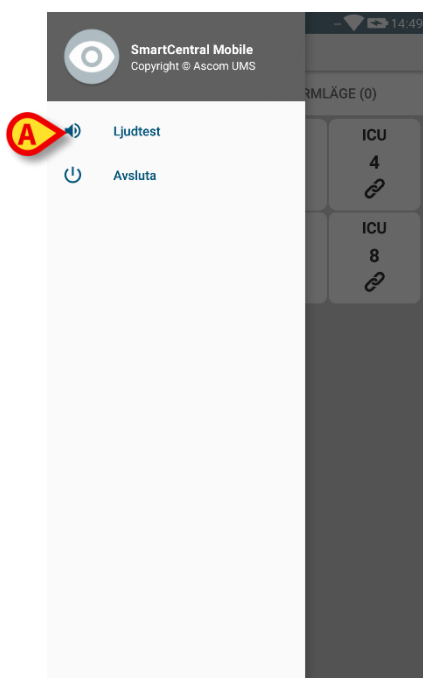

Fig. 21
Följande meny visas (Fig. 21).
- Tryck på alternativet **Ljudtest** (Fig. 21 A).